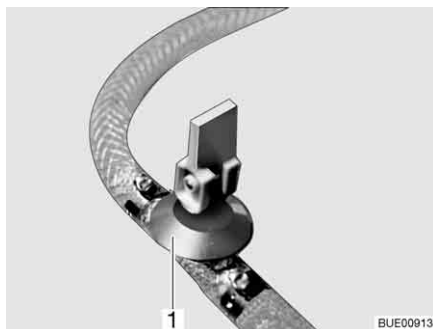
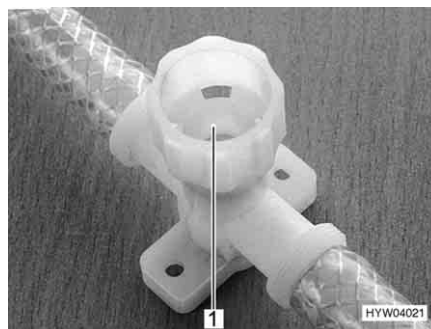

Bild 248 Avtappningskran (med vipparm)
Bild 249 Avtappningskran (med vred)
- Stäng alla avtappningskranar. Ställ för detta avtappningskranens vipparm (Bild 248, 1) vågrätt eller vrid avtappningskranens kran (Bild 249, 1) medurs.